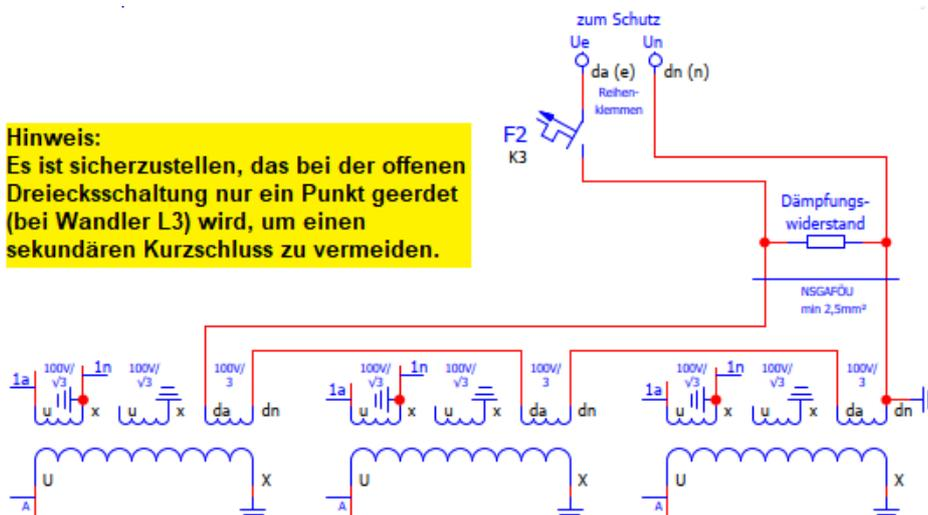

Abbildung 9: Anbindung von da/dn- (en-) Wicklungen
- Zur Vermeidung von Kippschwingungen ist an den Klemmen der da/dn- (en-) Wicklung (Erdschluss-hilfswicklung) ein ohmscher Widerstand anzuschließen (siehe Abbildung 9). Der dabei einzusetzende Dämpfungswiderstand soll ca. 25Ω ($\geq 625 \text{ W}$) betragen und mit 6 A belastbar sein. Eine geeignete Dämpfungseinrichtung für 6 A (Wirkleistungs-drossel + Widerstandsgruppe) ist alternativ möglich. Die Leitungen von den Wandlern über den Dämpfungswiderstand bis zum Leitungsschutzschalter (K-Charakteristik 3 A) sind **kurzschlussicher** zu verlegen. Die angegebenen Werte sind als Musterwerte anzusehen und müssen ggfs. durch den Anlagenerrichter auf die Anlagenverhältnisse bemessen werden.